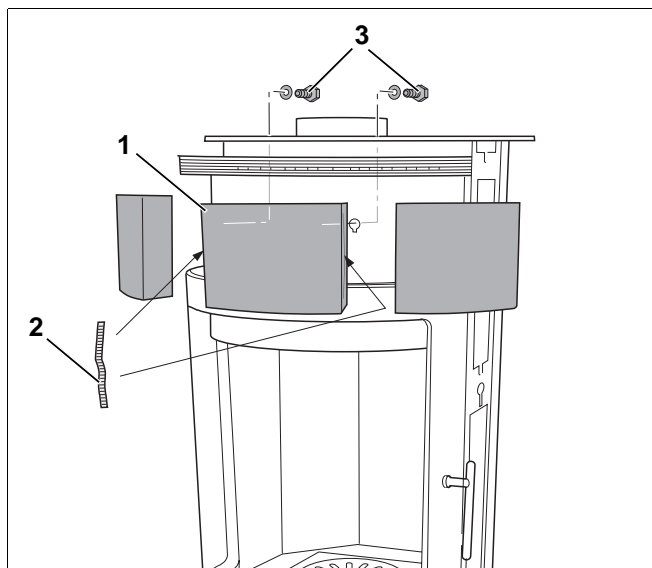

Abb. 14 Frontkacheln anbringen
- Auf die mittlere Frontkachel (Abb. 14, **Pos. 1**) links und rechts je 1 Abstandshalter (Abb. 14, **Pos. 2**) kleben.
- Die 3 Frontkacheln mit je 2 Schrauben und 2 Unterlegscheiben mit Schraubenschlüssel SW10 an der Vorderseite des Kaminofens befestigen (Abb. 14, **Pos. 3**).